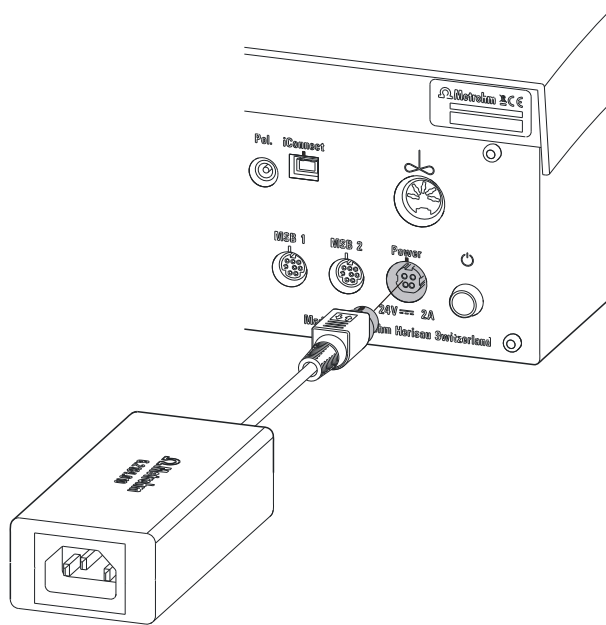

Figura 3 Conexión de la fuente de alimentación
- 1 Conecte el enchufe macho de la fuente de alimentación externa a la toma de conexión a la red del Ti-Touch (véase figura 3, página 14).